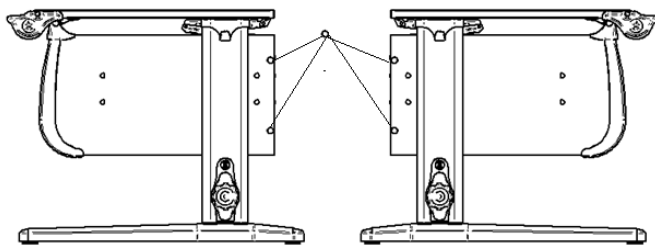

Рис. 22
6.1 Установить заглушки конфирмат (поз. 5, пакет № 75А) согласно рис. 22; 23.